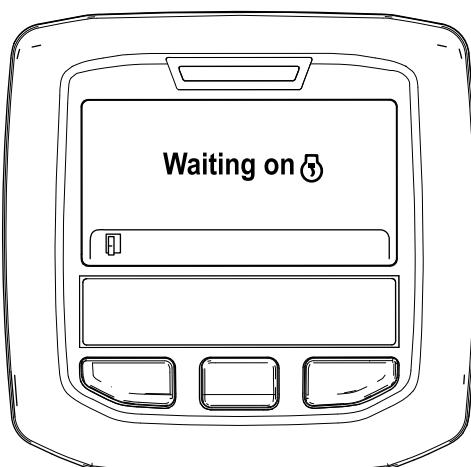

図 55
- B. Waiting on 待機中というメッセージが表示される図 55。